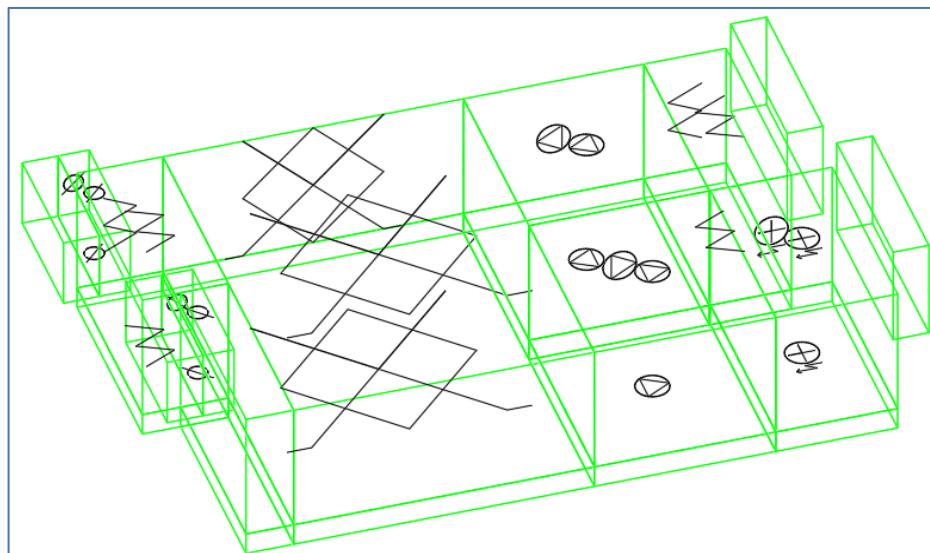

Рисунок 5. Пример 3D Чертежа dwg
2. Генерация файла cad с чертежом Установки без размеров (рис.5)